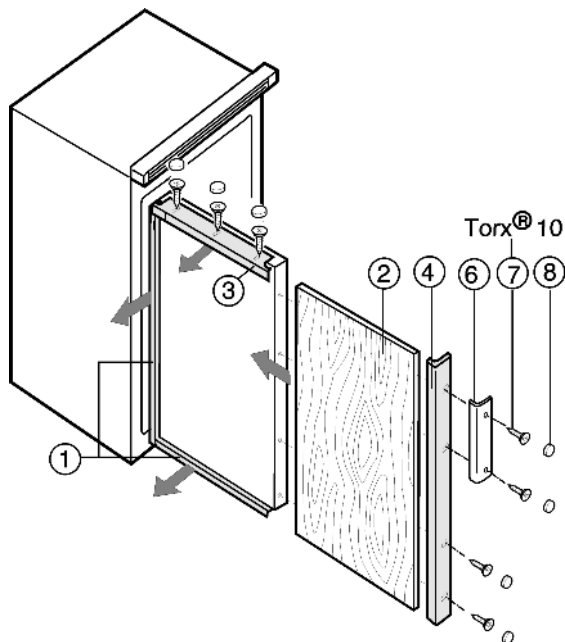

Fig. 11
- ▶ Dekorrahmen Fig. 11 (4) griffseitig abschrauben.
- ▶ An allen anderen Dekorrahmen Fig. 11 (1, 3) die Schrauben nur lösen und die Dekorrahmen nach vorn schieben.
- ▶ Dekorplatte Fig. 11 (2) einschieben.
- ▶ Dekorrahmen Fig. 11 (1, 3) zurückschieben und festschrauben.
- ▶ Dekorrahmen Fig. 11 (4) mit Griff Fig. 11 (6) und Schrauben Fig. 11 (7) festschrauben.
- ▶ Auf alle Schraubenköpfe die Abdeckkappen Fig. 11 (8) aufrasten.